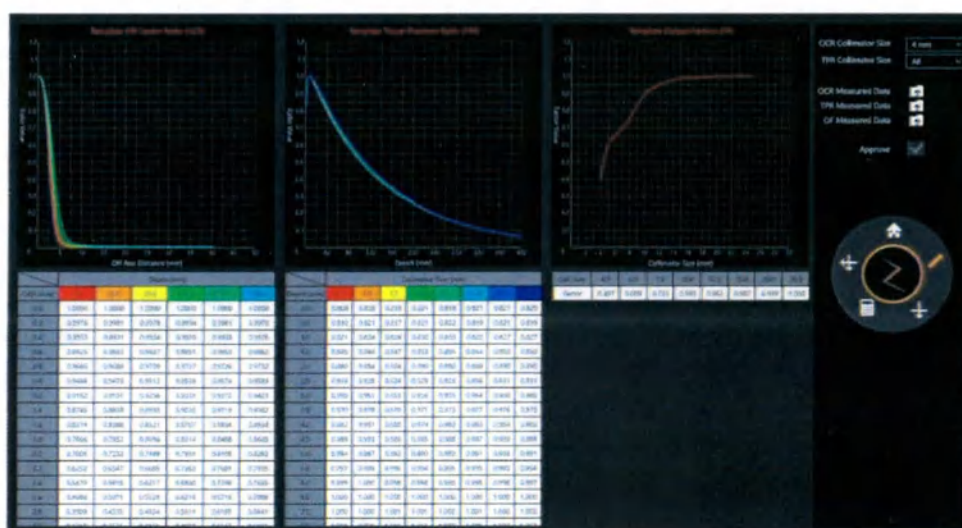

Рисунок 10.3. Страница с данными пучка
2. Появится страница «Данные пучка» (см. рисунок 10.3)